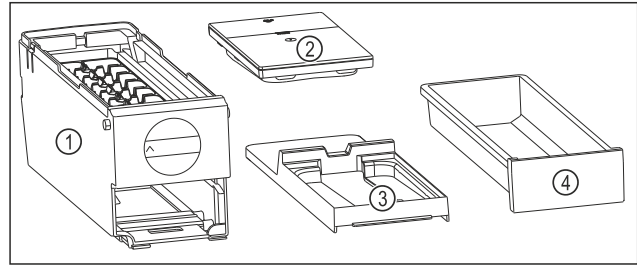

Fig. 118 Bestandteile des EasyTwist-Ice
- ▷ EasyTwist-Ice ist in vier Teile zerlegt. (siehe Fig. 118)
- ▶ EasyTwist-Ice nur in abgebildete Bestandteile zerlegen. (siehe Fig. 118)
- ▶ EasyTwist-Ice-Körper Fig. 118 (1) als Ganzes reinigen.